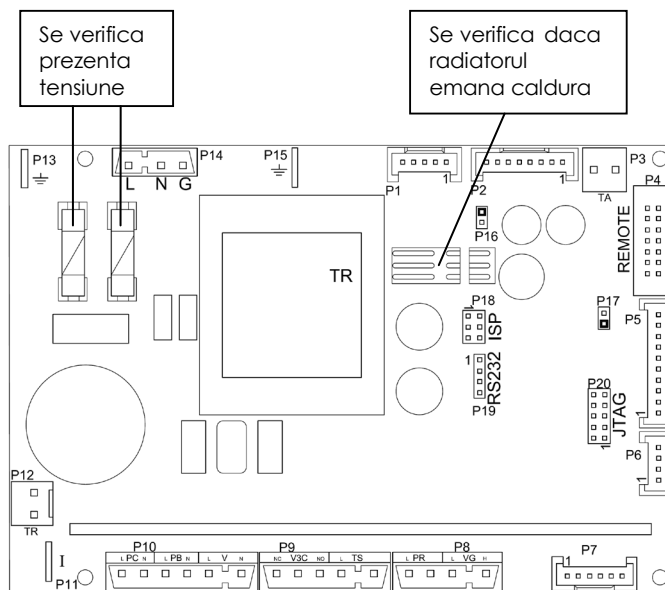

Fig.9.1 Placa electronica
c) Se verifica prezenta tensiune dupa sigurantele care sunt pe etajul de intrare in placa (vezi fig. 9.1). Se masoara cu voltmetru, prezenta tensiune 230V. Daca corespunde se trece la pct b). Daca nu corespunde se inlocuiesc sigurantele si se verifica prezenta tensiune in retea.
d) Se verifica daca transformatorul de pe placa este cald si radiatorul din dreapta acestuia emana caldura (vezi fig. 9.1) Daca corespunde se trece la verificarile d. Daca nu corespunde se inlocuieste in urmatoarea ordine: